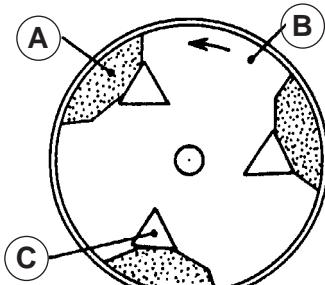

FIG. 3
- Coloque o bloco magnesiano (A) no prato (B) de forma a apresentar a parte angular do bloco entre o calço (C) e a extremidade do prato. Encaixe o bloco efectuando uma pressão orientando simultaneamente o calço pela maior superfície de apoio possível (VER FIG. 3).